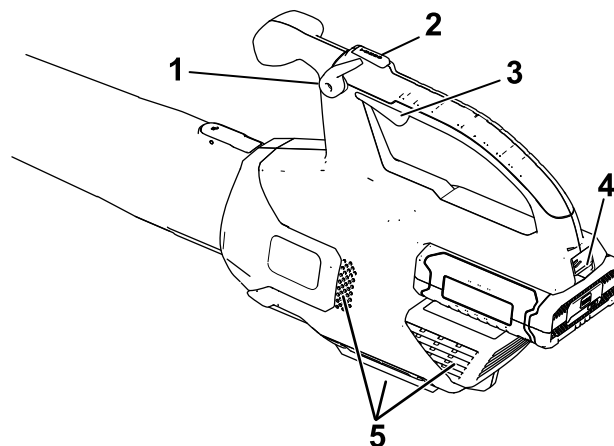

Figura 4
2. Para arrancar el soplador, apriete el gatillo de velocidad variable (Figura 4).
**Nota:** Active el bloqueo de velocidad para mantener la máquina encendida sin tener que apretar el gatillo de velocidad variable (Figura 4).
Para acelerar la velocidad del soplador, mantenga pulsado el botón de potencia turbo el tiempo que desee (Figura 4).
Para parar el soplador, desactive el bloqueo de velocidad (si se está utilizando) y libere el gatillo de velocidad variable (Figura 4).